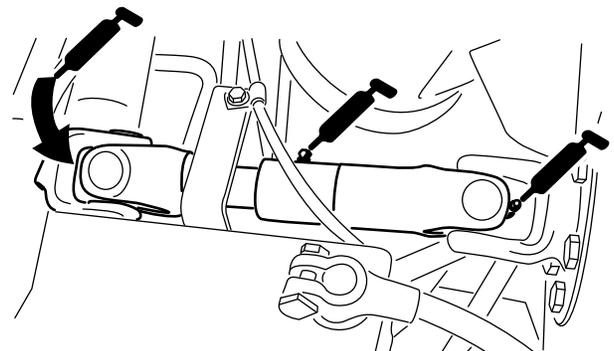

Figura 52
- Giunto ad U del semiassie fra motore e pompa (3) (Figura 52)